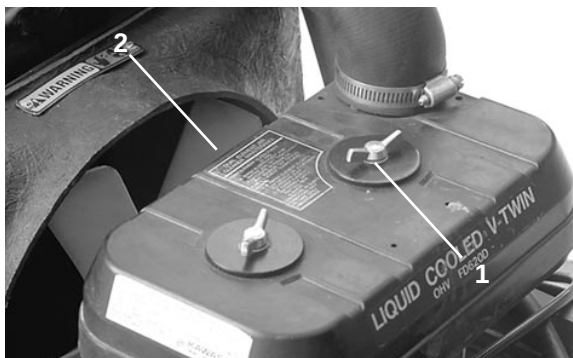

Fig. 19
1. Togliere i dadi ad alette che fissano il coperchio del filtro dell'aria, e togliere il coperchio (Fig. 19). Pulire accuratamente il coperchio.